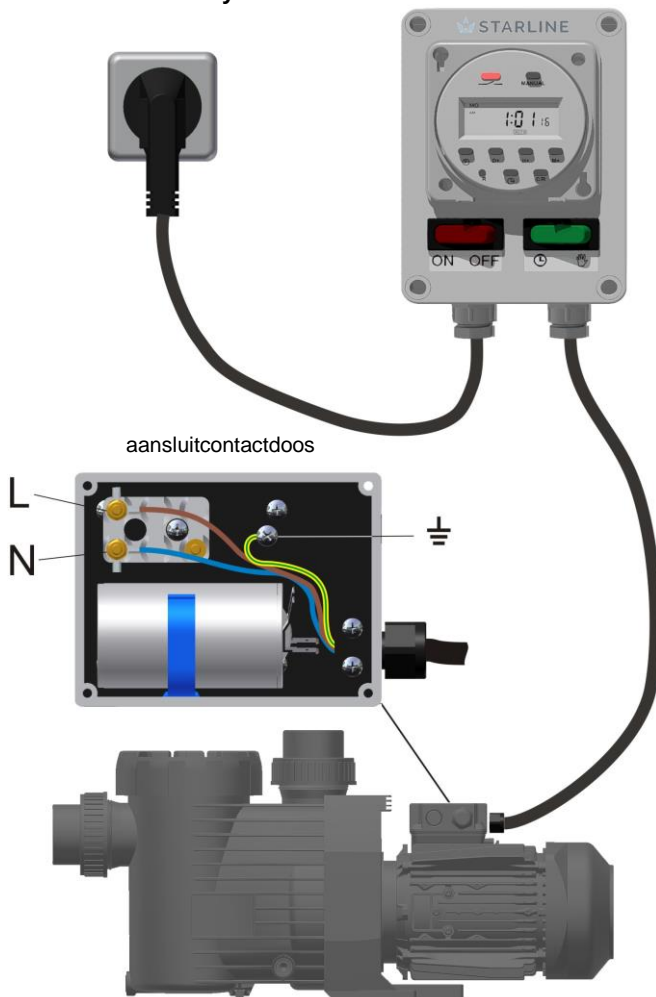

Fig. 1
- Sluit de 3 draden volgens **Fig. 1** aan.